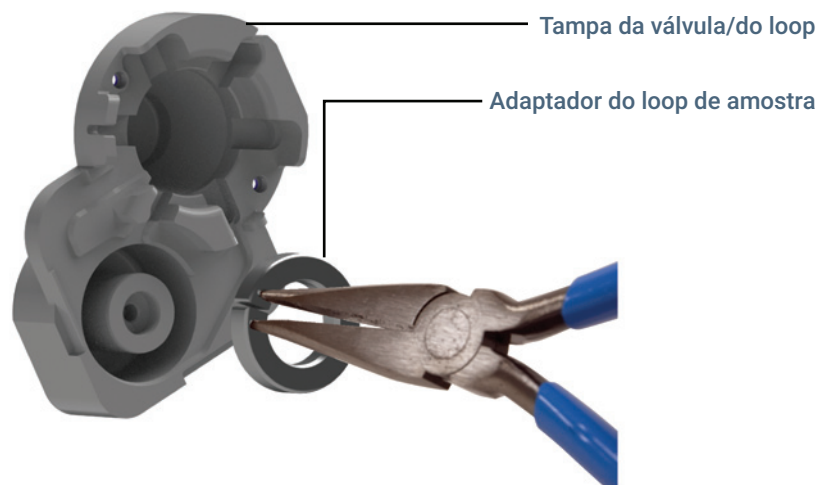

Figura 22. Remover um adaptador de loop de amostra (G4556-20178 mostrado) da tampa da válvula/do loop
- a Segure o adaptador do loop de amostra usando alicates de bico fino nos locais mostrados na **Figura 22**.
- b Aperte os alicates de bico fino e puxe cuidadosamente o adaptador do loop de amostra do bloco ou da tampa, conforme mostrado na **Figura 22**.